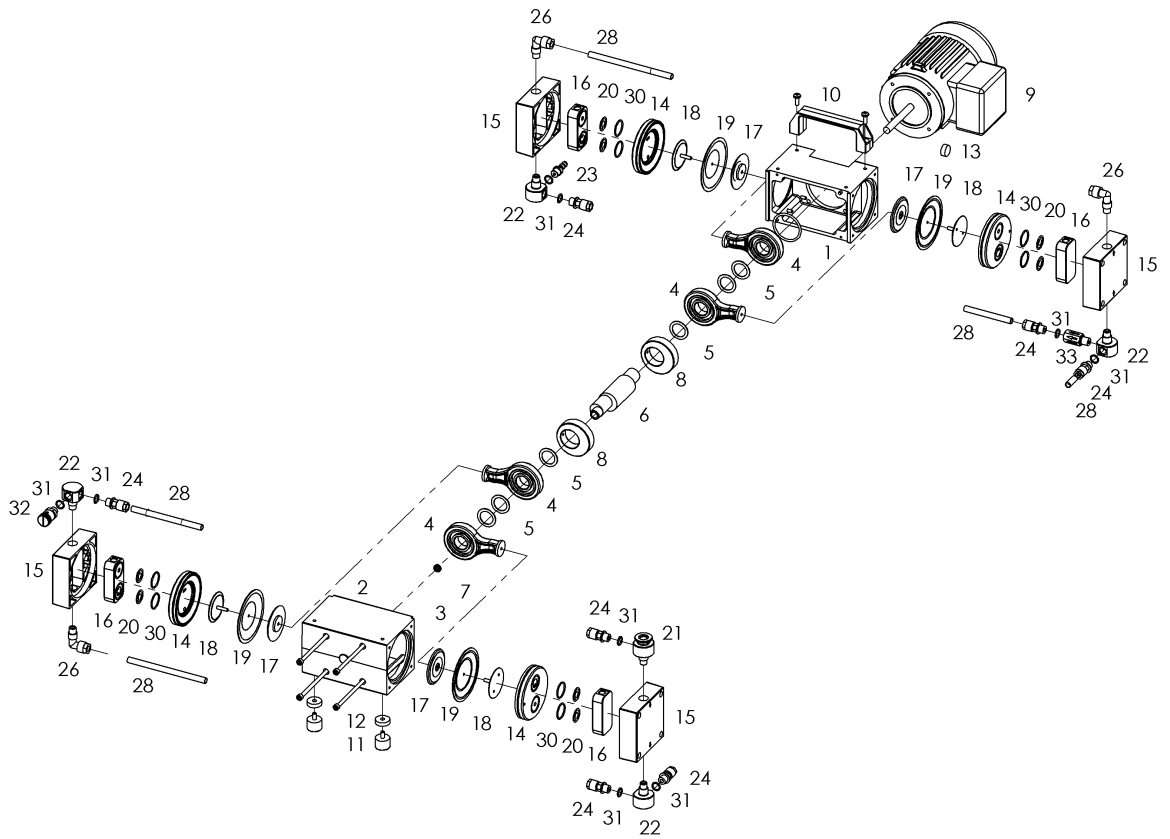

Fig. 6 Dessin d'explosion (MPC 601 T)
2. En appliquant le couple de serrage de 5 - 6 Nm, avec une clé à ergots de taille 3, vissez la rondelle de pression (8), la membrane (7) et la rondelle de serrage (6).
3. Placez en position centrale la bielle (voir fig. 6) et la membrane (7).
4. Positionnez la tête de pompe (5).
5. Insérez les joints de soupape (3) et les joints toriques (4).